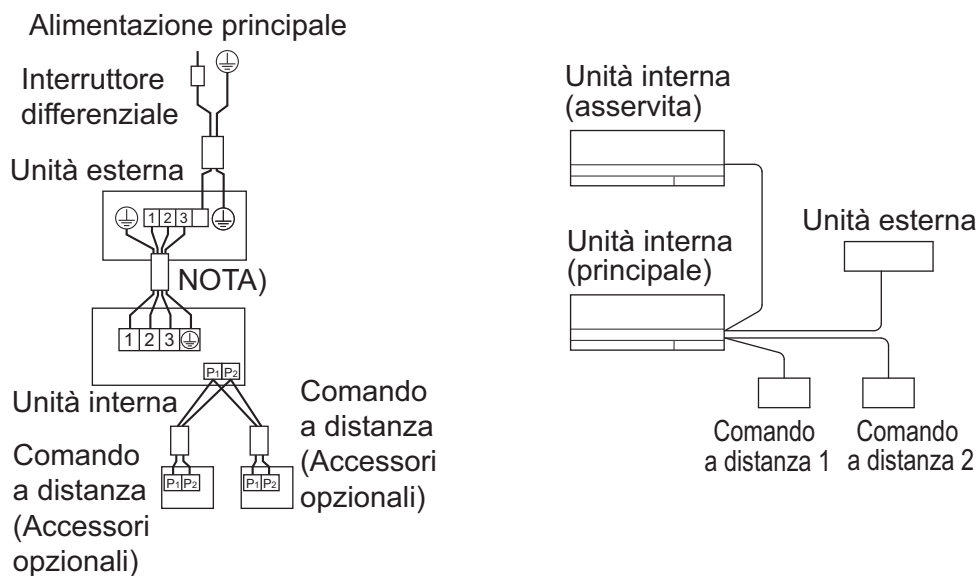

Fig. 29
- (1) Rimuovere il coperchio della scatola di controllo. (Vedere "5. INSTALLAZIONE DELL'UNITÀ INTERNA".)
- (2) Posare degli attraversamenti tra i terminali (P1, P2) nella scatola di controllo per il comando a distanza. (Non esiste polarità.) **(Fare riferimento alla Fig. 29)**